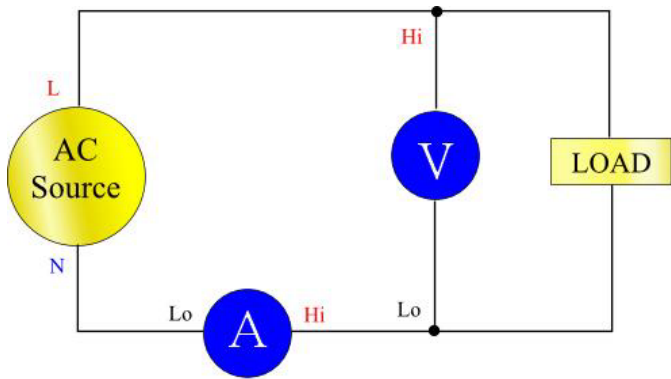

图 5: 典型的 PA1000 输入连接
1. 输入香蕉插孔 - 为了保证安全操作，请仅使用随仪器提供的测试线组。功率分析仪的典型连接在本章节后面部分介绍。（见图5第8页）